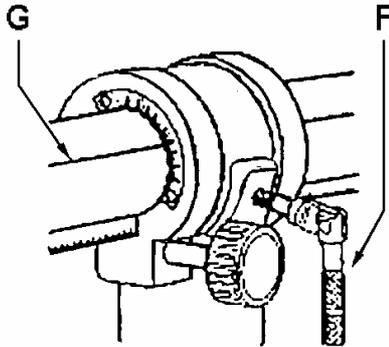

Fig 4
Sbloccare la leva di serraggio (F, Fig 4) e inclinare la testa conformemente alla scala e alla linea di riferimento (G).